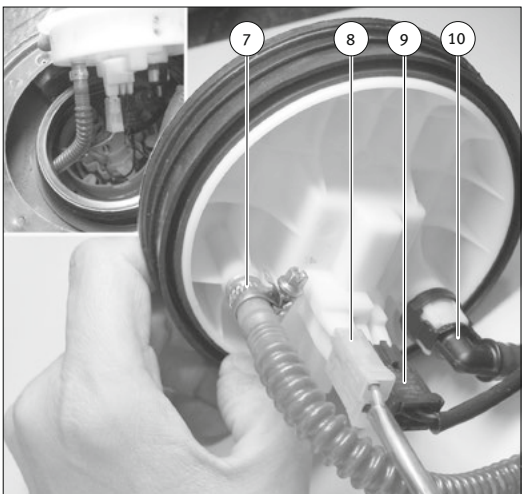

Abb. 3/Fig. 3/ Puc. 3/图3
- 再次彻底清洁锁紧环 (6) 及其周围区域。
- 使用奥迪专用工具 (AUDI-3217) 松开锁紧环 (6)。
- 小心地向上拔出法兰盖（参见图 3）。
- 固定法兰盖下侧的接口（参见图 3）：
- 燃油泵 (8) 和油箱传感器 (9) 的两个电气插头
- 进气喷射泵 (10)（卡口连接）同时不要损坏接口。